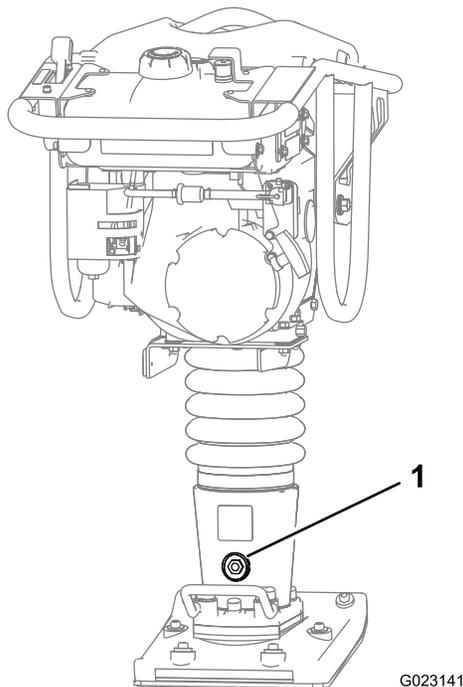

Figure 11
2. Vérifiez sur le bouchon-indicateur de niveau (Figure 11) que le niveau d'huile se situe entre le haut et le bas de l'indicateur.